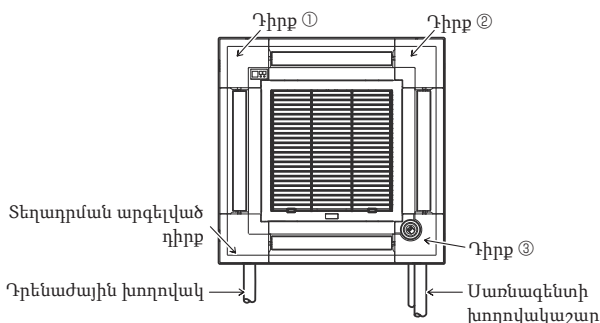

Fig. 9-11
- Ազդանշանի ընդունիչի անկյունային վահանակը չի կարող տեղադրվել հիմնական բրկի դրենաճային խողովակի կողմում: (Տե՛ս Fig. 9-11)
- Հիմնական բրկի էլեկտրական տուփից անցկացրեք i-see սենսորի անկյունային վահանակի ④ լարերի միակցիչը (սպիտակ, 4 բևեռ և սպիտակ, 5 բևեռ) և միացրեք կառավարման սարքի վահանակի CN4Z և CN5Y միակցիչին:
- i-see սենսորի անկյունային վահանակը պետք է ամրացվի վանդակաճաղին ① ③ պտուտակի միջոցով:
- Եթե i-see սենսորի դիրքը փոխվել է կանխադրված դիրքից (դիրք ③) այլ դիրքի, փոխեք գործառույթի կարգավորումները: (Տե՛ս էջ 12 և Fig. 9-11)
- i-see սենսորի անկյունային վահանակը չի կարող տեղադրվել հիմնական բրկի դրենաճային խողովակի կողմում: (Տե՛ս Fig. 9-11)